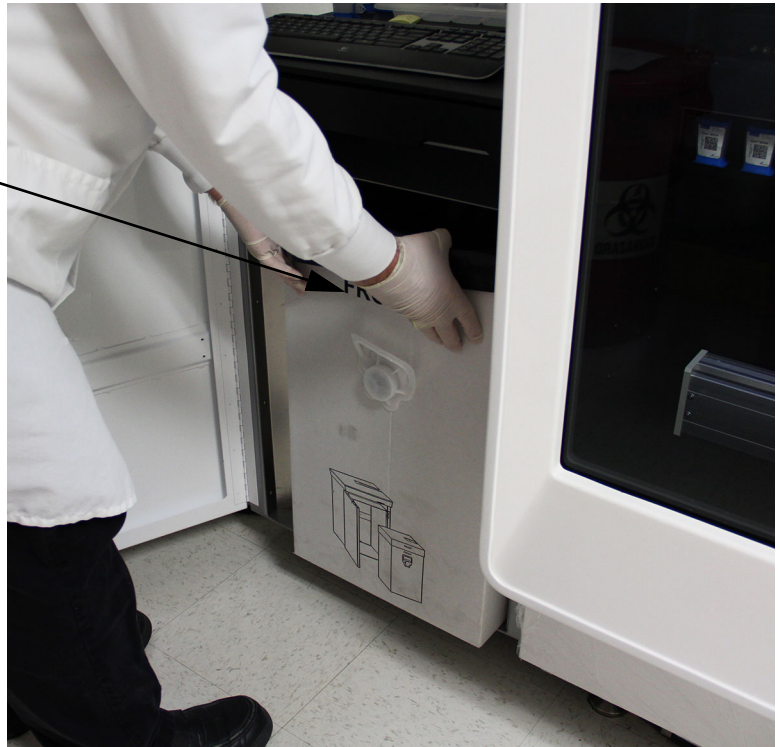

図 9-45. 廃棄物コンテナのインストール
7. **前面 (FRONT)** ラベルを手前に向けて、廃棄物コンテナを元のハウジングに戻します。図 9-45 を参照。